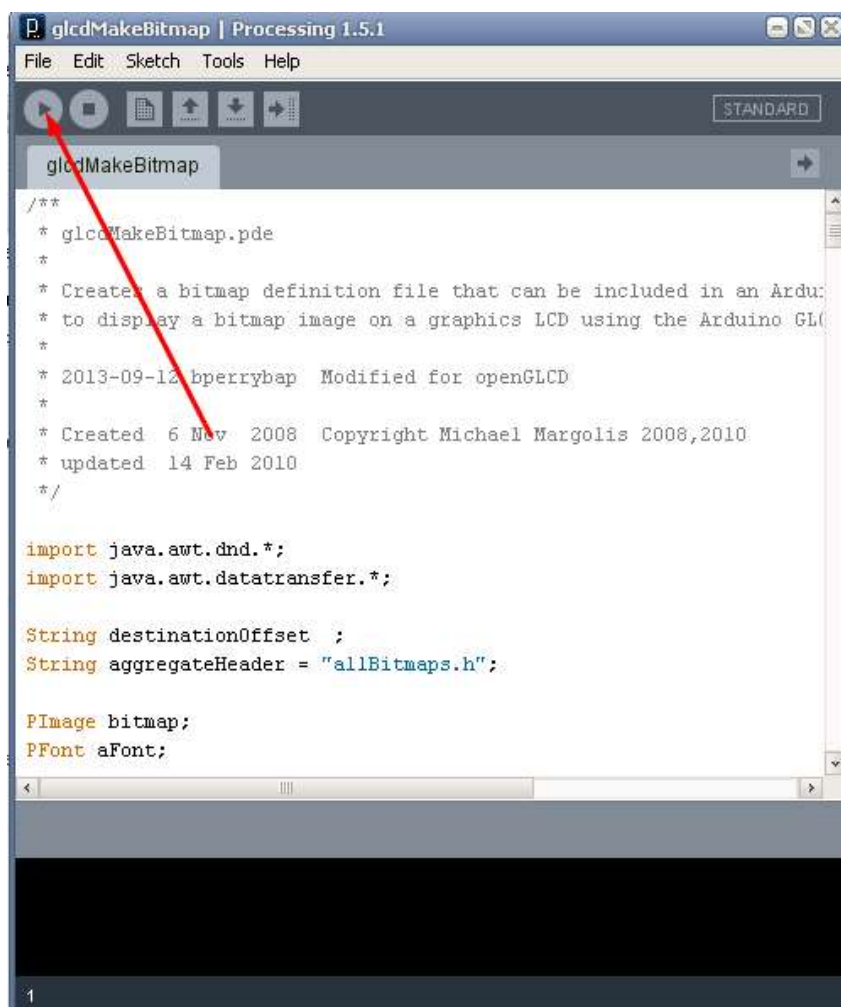

Рис. 6.1. Запуск программы glcdMakeBitmap
2. Далее нам потребуется приложение processing-1.5.1, с помощью которого запустим файл библиотеки openGLCD, файл находится по адресу ...\\Мои документы\\Arduino\\libraries\\openGLCD\\bitmaps\\utils\\glcdMakeBitmap (рис. 6.1).
После нажатия на иконку «play» (рис. 6.1) после запуска появится окно программы glcdMakeBitmap, рис. 6.2.